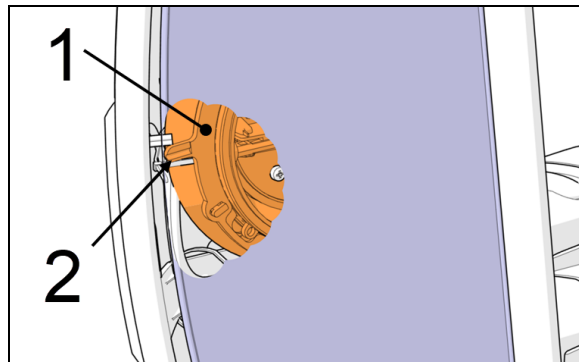

FIGURE 88: (1) ANNEAU DE VERROUILLAGE; (2) LANGUETTE
1. Sous le miroir, atteindre la languette de l'anneau de verrouillage (item 2, Figure 88).